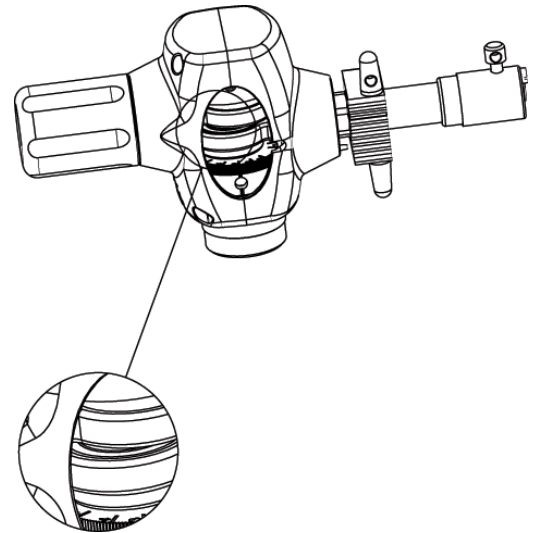

Abb. 9 Symbolzeichnung
5. Einige Tropfen Schmieröl Typ Diprofil® FNA-K oder ein äquivalentes Öl zwischen beide Nadellager (44041) und den inneren Exzenter (FXA-8) auftragen. Sicherstellen, dass die Exzenter sich in ihrer Außenposition gegen die Öffnungen des Maschinengehäuses befinden (siehe Abbildung 9).
11. Einige Tropfen Schmieröl Typ Diprofil® FNA-K oder ein gleichwertiges Öl zwischen beide Nadellager (4041) und den inneren Exzentren (FXA-8) aufbringen. Sicherstellen, dass die Exzenter sich in ihrer Außenposition gegen die Öffnungen des Maschinengehäuses befinden (siehe Abbildung 9).